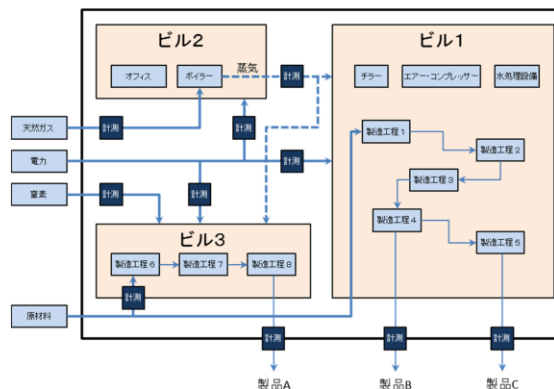

図6 フェンス図の例
**EnPIの境界**が定義されたら、組織は境界を横切って流れるエネルギーを特定するべきです。組織はEnPIsの確立に必要なエネルギー情報を決定するために、**図6**のようなフェンス図を利用できます。これらのフェンス図あるいはエネルギーマップは、**EnPIの境界**内や、そこを横切るエネルギーの流れを、視覚的に表すことができます。さらに、これらには計測ポイントや、エネルギー分析やEnPIの確立の際に重要な製品フローなどの、追加情報を含めることができます。
フェンス図は、境界外から供給されるエネルギー、すなわちエネルギー源の特定に役立ち、どこに計測ポイントがあり、何を測れるのかを知るのにも役立ちます。**図6**では天然ガス、電力などの境界外からの供給量やビル2で発生させた蒸気の量が計測されています。また電力は、ビル1用、ビル2用、ビル3用とビルごとに計測されていることがわかりますが、蒸気は大元で計測されているだけであることがわかります。製品フローとは、生産工場において、原料が境界外から供給され、加工され、次の工程に送り出されるという一連の流れを指します。生産工場では、この流れが、エネルギーパフォーマンスに影響するため、原料の供給量や、製品(半製品)の生産量をエネルギーフローと共に計測します。**図6**では塗料や原材料、出荷される製品の量などが計測されていることがわかります。
組織のエネルギーパフォーマンスを左右するような SEU のエネルギーフローの把握の重要性が説明されています。SEUs 用の EnPIs と EnBs には、エネルギーフローを定量化するために、十分に定義された **EnPIの境界** が必要です。SEU の EnPIs は大変重要な意味を持ちますので、本当にその EnPI を計測できるかを考慮して、**EnPIの境界**を設定すべきであるという意味です。例えば、**図6**でビル1が SEU だったとすると、ビル1への蒸気が計測できていないと、SEU の改善がうまくできないかもしれません。各 SEU に対する重要な考慮点は、関連変数のデータの可用性と同様に、SEU 境界を横切るエネルギー使用量の適切な計測です。関連変数については、**4-4**を参照してください。可用性とは、収集あるいは測定したデータが使えるものかどうかという意味です。例えば、収集周期、精度などが、EnPIs の計算の目的に合致しているかどうか考慮することを求めています。